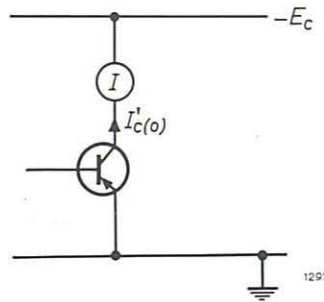

Fig. 2
2. Mesure du courant de fuite du collecteur $I'_{c(0)}$ (fig. 2)